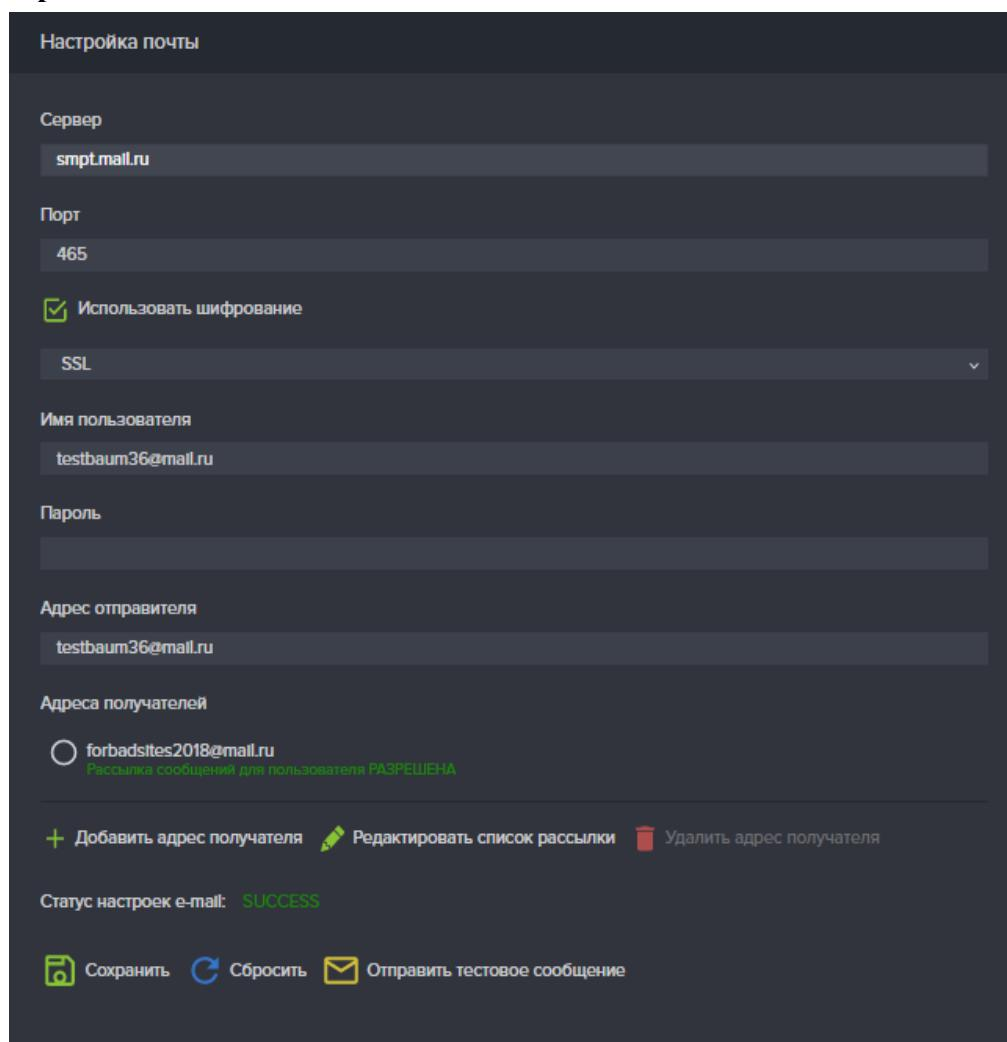

Рисунок 180. Настройка почтового клиента
1. Перейдите на вкладку меню «**Настройки**» → «**Службы и сервисы**» → «**Почта**». (см. Рисунок 180)